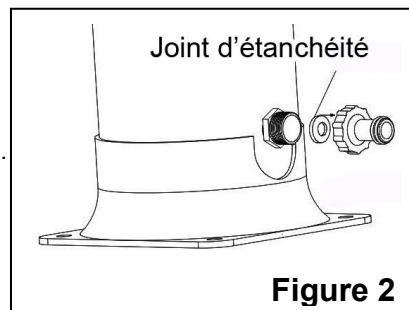

Figure 2
4. Fixez un tuyau d'arrosage au port d'entrée de la douche afin d'approvisionner en eau. **VOIR LA FIGURE 2.**